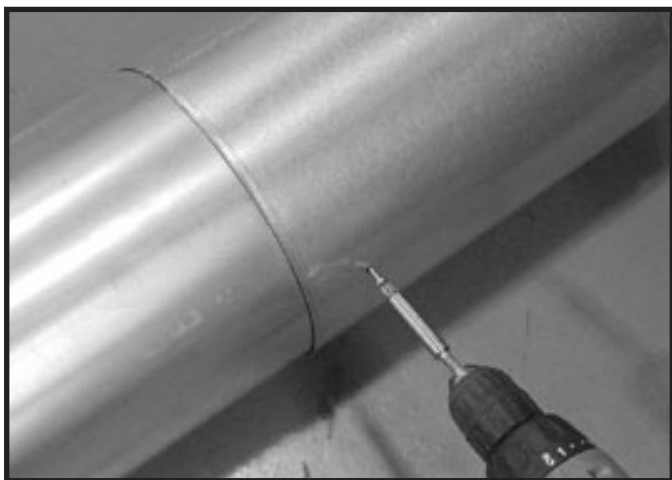

Figure 7.6 Vissez sur la section coulissante
- Fixez les tuyaux et les sections coulissantes avec deux vis d'au plus 13 mm (1/2 po) en utilisant les trous de guidage de la section coulissante. Voir la figure 7.6.